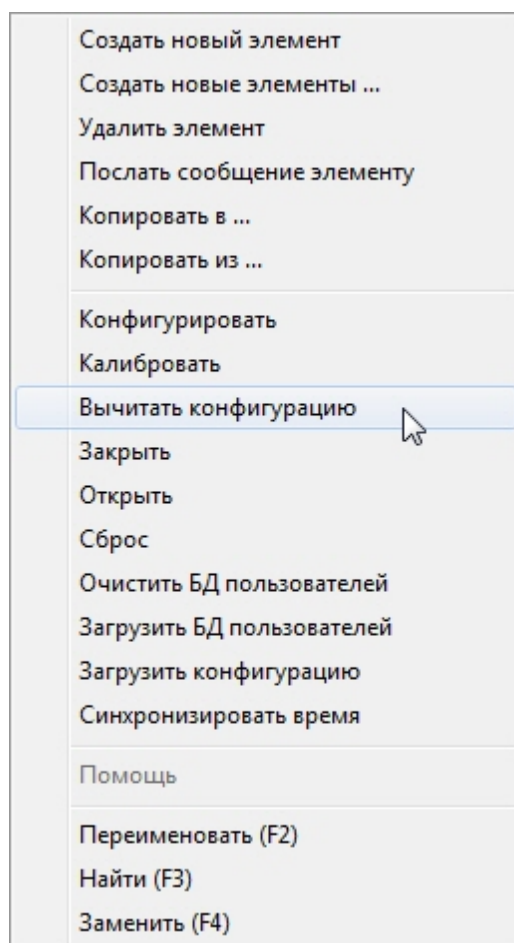

Рисунок 17 — Контекстное меню элемента **Устройство BioSmart** в программе «Администратор системы»
1. В программе «Администратор системы» в дереве конфигурации выберите элемент **Служба бюро пропусков**. В окне частных свойств элемента на вкладке **Преобразование номеров карт** для элемента **Устройство BioSmart / Устройство BioSmart Prox-E** выберите из раскрывающегося списка значение **Определяемый пользователем1**, нажмите на кнопку **Настройка** (рисунок 17).